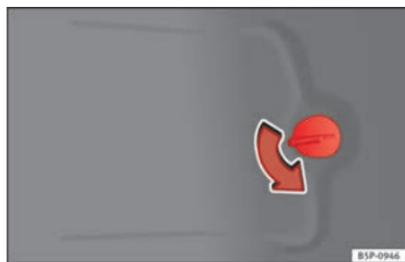

Fig. 195 Feux sur la carrosserie.
- Ouvrez le cache du panneau latéral du coffre à bagages ⇒ fig. 195.